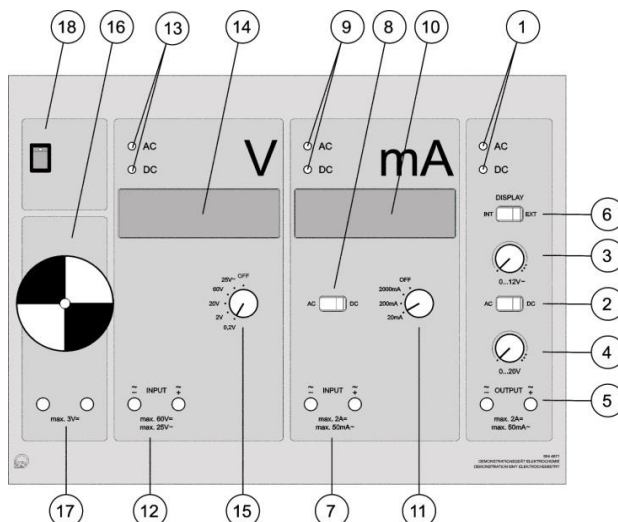

Abb. 2: Skizze des Demonstrationsgeräts.
Die Kabel der Elektroden und des Temperaturfühlers weit von der Flamme entfernt positionieren. Je eine Ausgangsbuchse des Netzteils (5) über eine Abgreifklemme mit einer Kupferelektrode verbinden. Am Netzteil den Kippschalter (2) in Stellung AC (Wechselstrom) bringen, ebenso den Kippschalter am Messgerät (8). Die Messanzeige des Netzteils einschalten (Umschalter (6)) (vgl. Abb. 2 und 3).